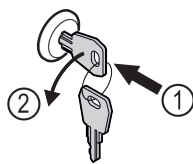

Fig. 181
- Iespiediet atslēgu. *Fig. 181 (1)*
- Griežiet atslēgu par 90° pretēji pulkstenrādītāja virzienam. *Fig. 181 (2)*